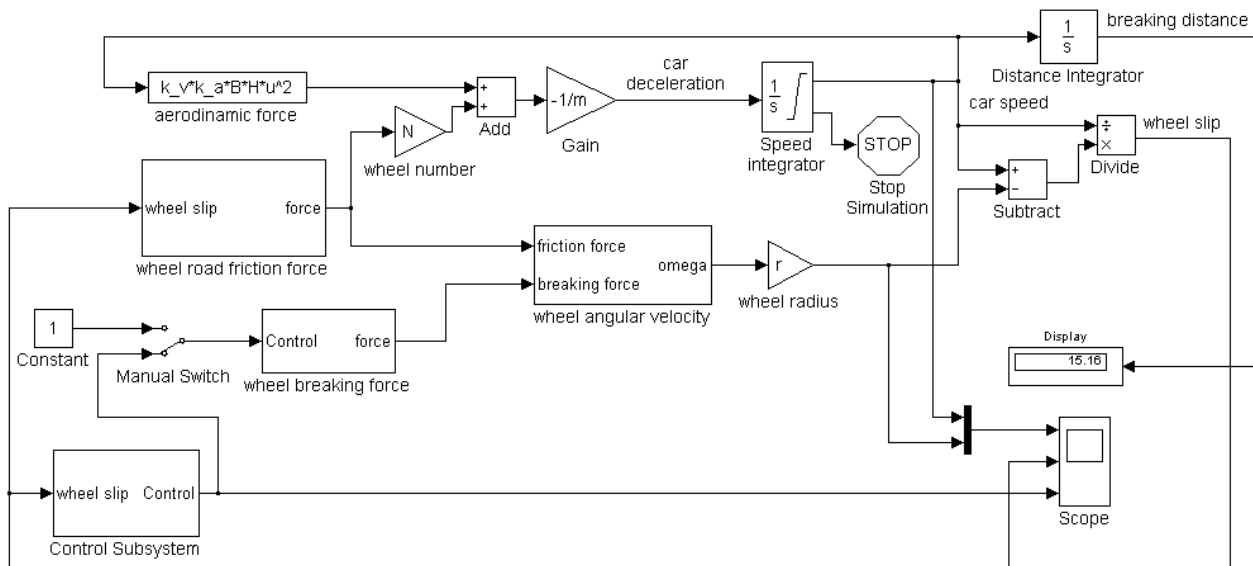

Рисунок 18 — Модель тормозной системы с ABS
На основании формул (4), (22), (23) и (27), используя ранее созданные подсистемы, создадим модель тормозной системы с АБС (рисунок 18). Ручной переключатель («Manual Switch») переключает систему на торможение с АБС и без АБС. Интегратор расчета скорости («Speed integrator») имеет начальное значение равное « $V$ » (начальная скорость автомобиля), ограничен сверху величиной « $V*2$ » (любая скорость больше начальной), снизу 0 и имеет установленный выход насыщения (Show saturation port) для остановки моделирования. Блок «Stop Simulation» останавливает моделирование при достижении нулевой скорости. Интегратор расчета дистанции торможения имеет начальное значение равное 0.